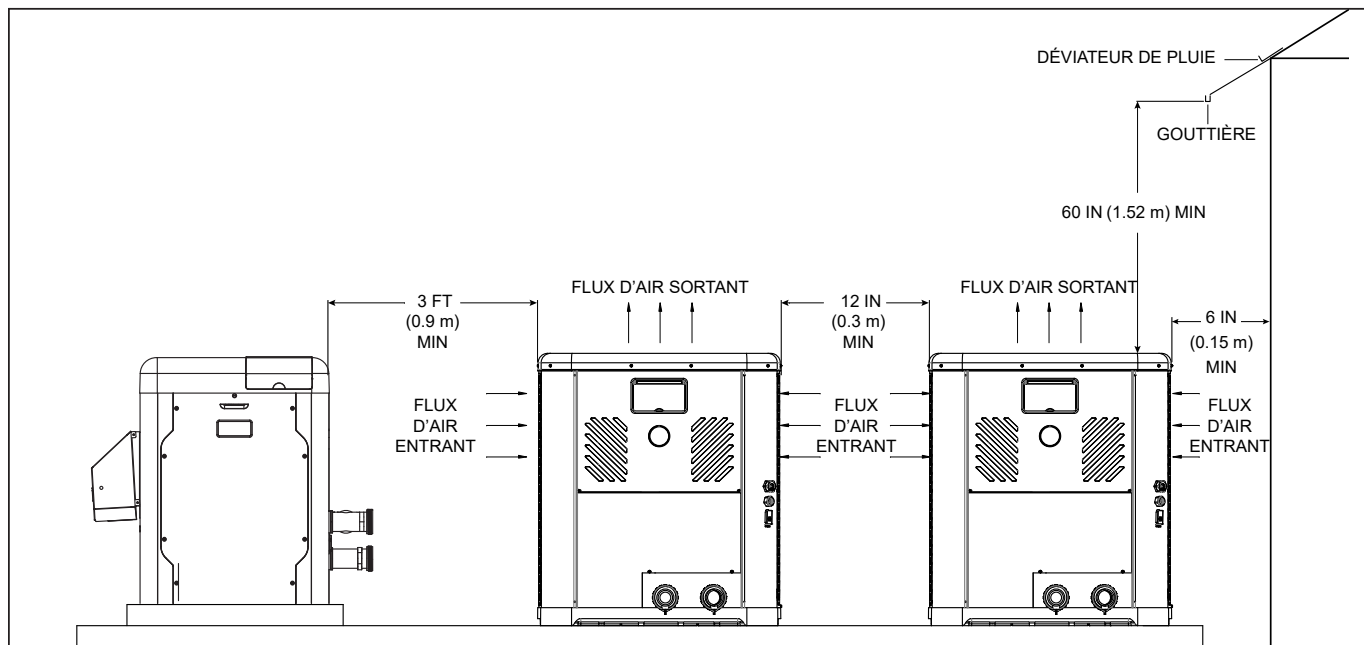

Figure 2. Dégagements pour l'installation
Lors de l'installation de plusieurs unités HPPH ou AC dans une même zone, veillez à respecter une distance minimale de 12 pouces entre les unités et de 6 pouces entre les unités et les murs. Voir figure 2.
- Afin de maximiser le silence de fonctionnement, cet appareil produit une décharge d'air ascendante. L'air est aspiré vers le haut à travers le serpentin d'évaporateur, puis est évacué par la grille supérieure. À cette fin, prévoyez un dégagement d'au moins 1,5 m (5 pi) au-dessus de l'appareil, afin de ne pas restreindre l'évacuation d'air. N'installez JAMAIS la thermopompe sous un porche ou une terrasse. Consultez la Figure 2 pour connaître les dégagements recommandés pour l'installation. Une éventuelle recirculation de l'air frais évacué par la thermopompe réduira grandement son efficacité de chauffage. Afin de minimiser la longueur des conduites d'eau, positionnez l'appareil aussi près que possible de la pompe et du filtre de la piscine.